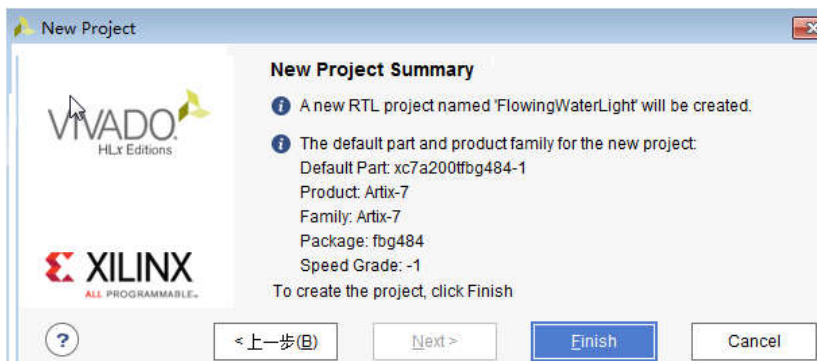
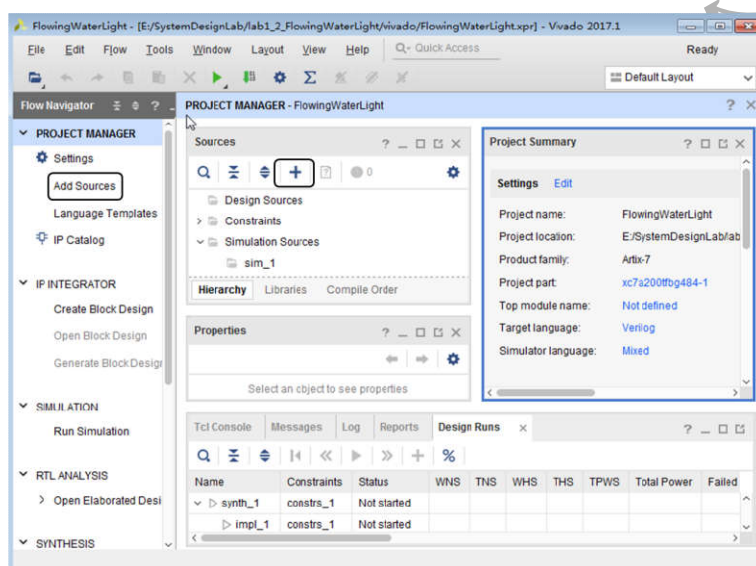
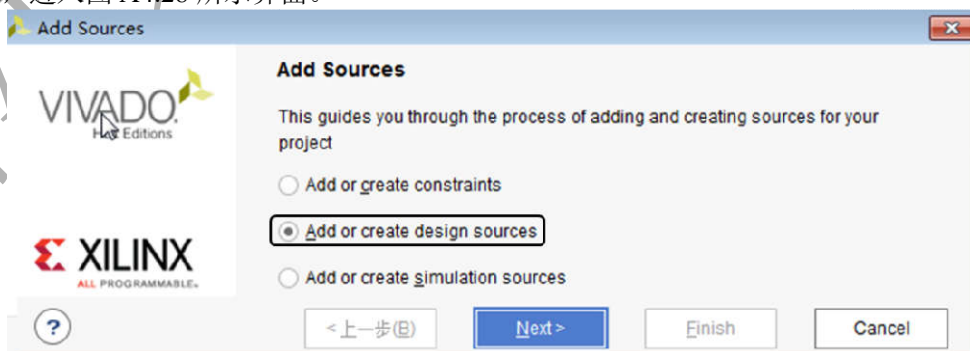
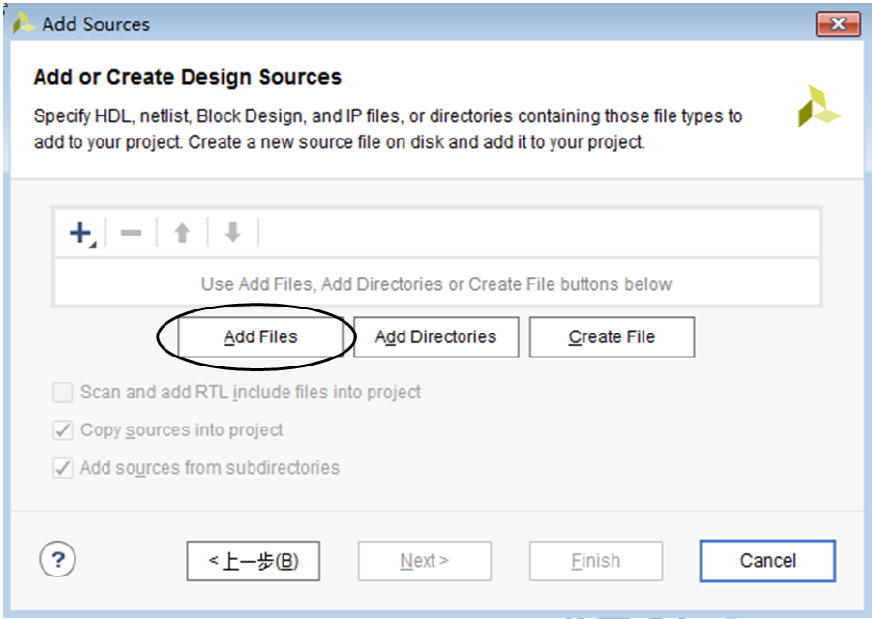

图 A4.25 Vivado 新建工程向导之五
图 A4.26 新建工程完成后的界面
图 A4.27 设计文件导入添加对话框
图 A4.28 导入设计文件对话框之一
(6) 在图 A4.25 中, 确认相关信息与设计所用的的 FPGA 器件信息是否一致, 一致请点击 Finish, 完成空白工程的创建, 如图 A4.26 所示。
(1) 在图 A4.26 所示工程界面, 在 Flow Navigator 窗口中, 点击 PROJECT MANAGER⇒Settings⇒Add Sources 命令, 打开设计文件导入添加对话框, 如图 A4.27 所示。选择第二项 Add or create Design Sources, 用来添加或新建 Verilog 或 VHDL 源文件, 点击 Next, 进入图 A4.28 所示界面。
(2) 在图 A4.28 界面, 通过点击 Add Files 按钮, 根据添加文件导航选择需加入的设计文件。本例需要加入 FlowingWaterLight.v、dffr.v、counter_n.v counter_up_down.v 和 decode.v
(4) 重复 (1) ~ (3) 步骤，加入仿真测试文件 FlowingWaterLight_tb.v，只是在图 A4.27 中选中第 3 项 Add or create simulation Sources。